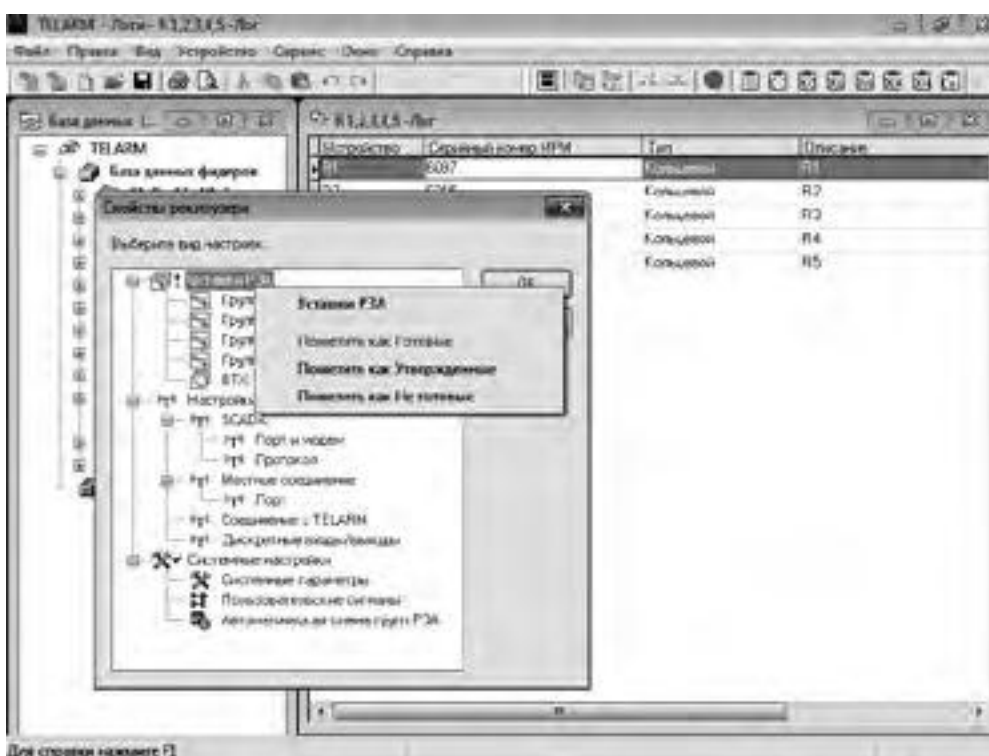

Рис. 4.25. Установка флага «Уставки утверждены»
2. Утвердить уставки, помеченные готовыми. Нажать правой клавишей мыши и в появившемся списке выбрать «Пометить как Утверждённые» (см. Рис. 4.25).